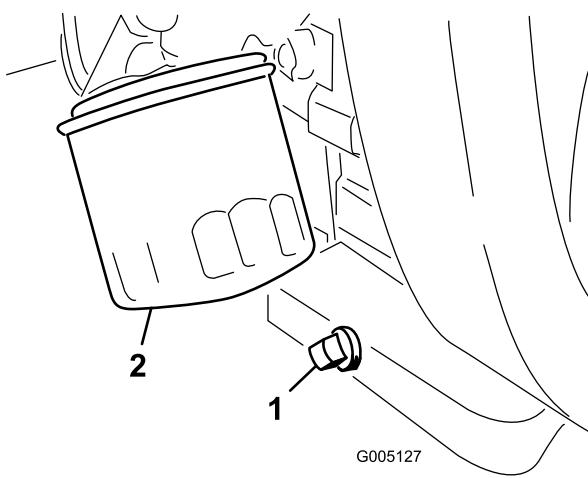

Figura 49
1. Retire el tapón de vaciado (Figura 49) y deje fluir el aceite a un recipiente apropiado. Cuando el aceite deje de fluir, coloque el tapón de vaciado.
2. Retire el filtro de aceite (Figura 49). Aplique una capa ligera de aceite limpio a la junta del filtro nuevo.